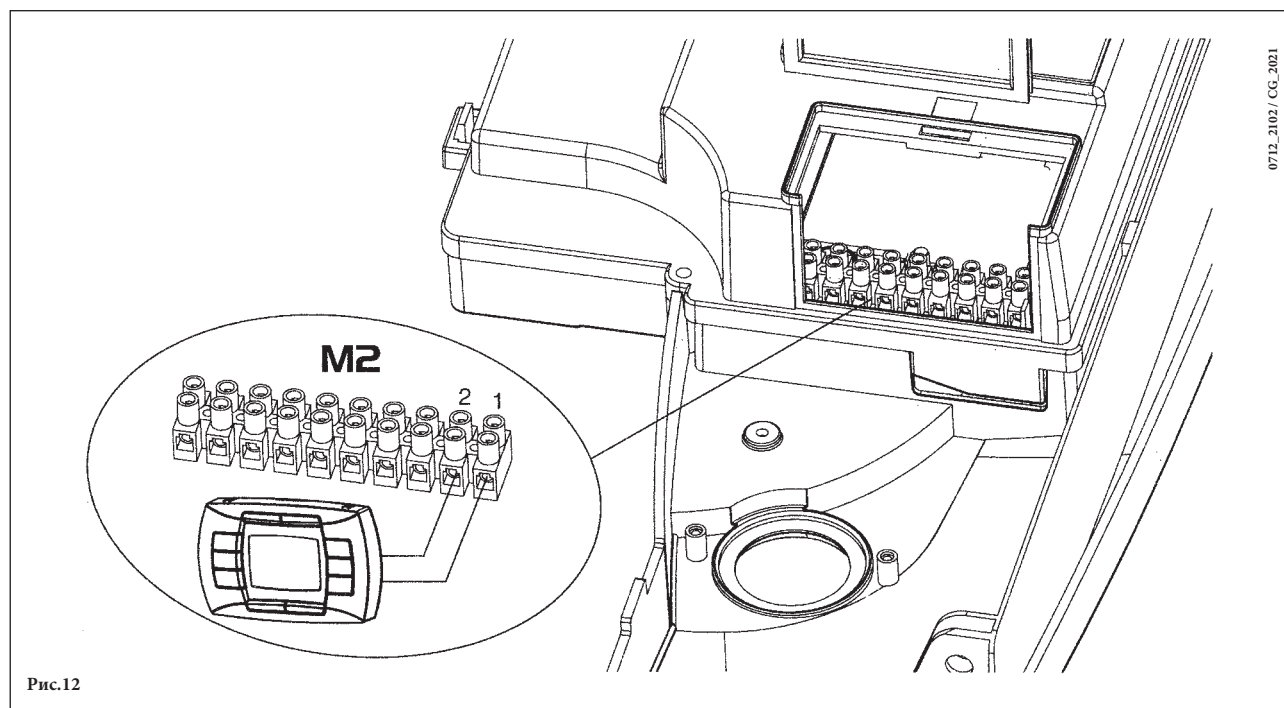

Рис.12
2. открыть доступ к клеммной колодке M2 как показано на рис.12;
- Открутить винт на штуцере (**Pa**, рис. 12а) и присоединить к штуцеру (**Pa**) манометр.